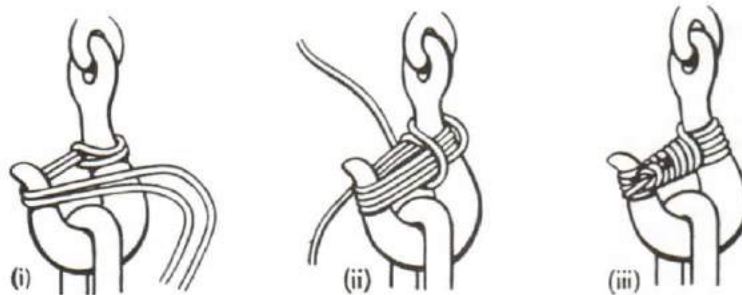

Figure 11-25
5. When using a tackle hook, it is sometimes necessary to mouse (pronounced mouze) the hook to prevent the sling from jerking out. Using a length of twine, start out as shown in Figure 11-25(i). Take two or three turns with both parts then take one part up and around the turns. Take the other part around the bill as in (ii). Finish up with a reef knot as shown in (iii). This will prevent a sling from jerking out of the hook.
5. Pour se servir d'un croc de palan, il faut parfois moucheter le croc pour empêcher l'élingue de s'échapper. Avec une longueur de fil de caret, commencer le mouchetage comme le montre la figure 11-25 (i). Faire deux ou trois tours avec les deux brins, puis un ou deux tours autour des tours précédents avec une des parties pendant qu'on passe l'autre autour du bec comme l'indique la figure 11-25 (ii). Terminer avec un noeud plat comme à la figure 11-25 (iii). L'amarrage empêchera l'élingue de sortir accidentellement du croc.